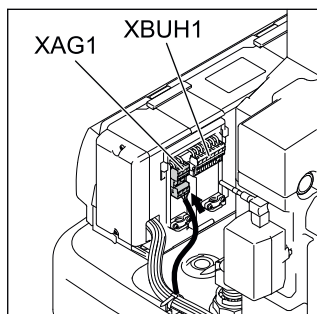
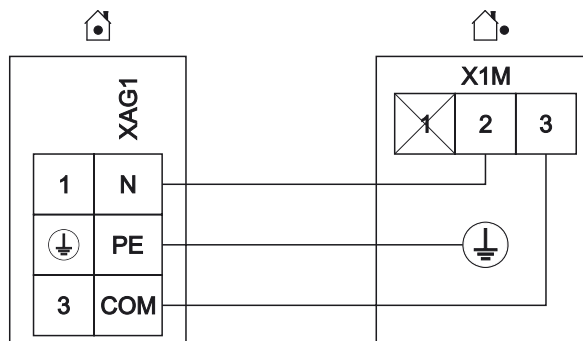

Fig. 4-20 Realizzare i collegamenti elettrici sul retro dell'alloggiamento (vedere sezione 4.4.1).
Fig. 4-22 Collegamento pompa di calore esterna
- Collegare la pompa di calore esterna alla morsetteria XAG1 (v. fig. 4-20, fig. 4-22).